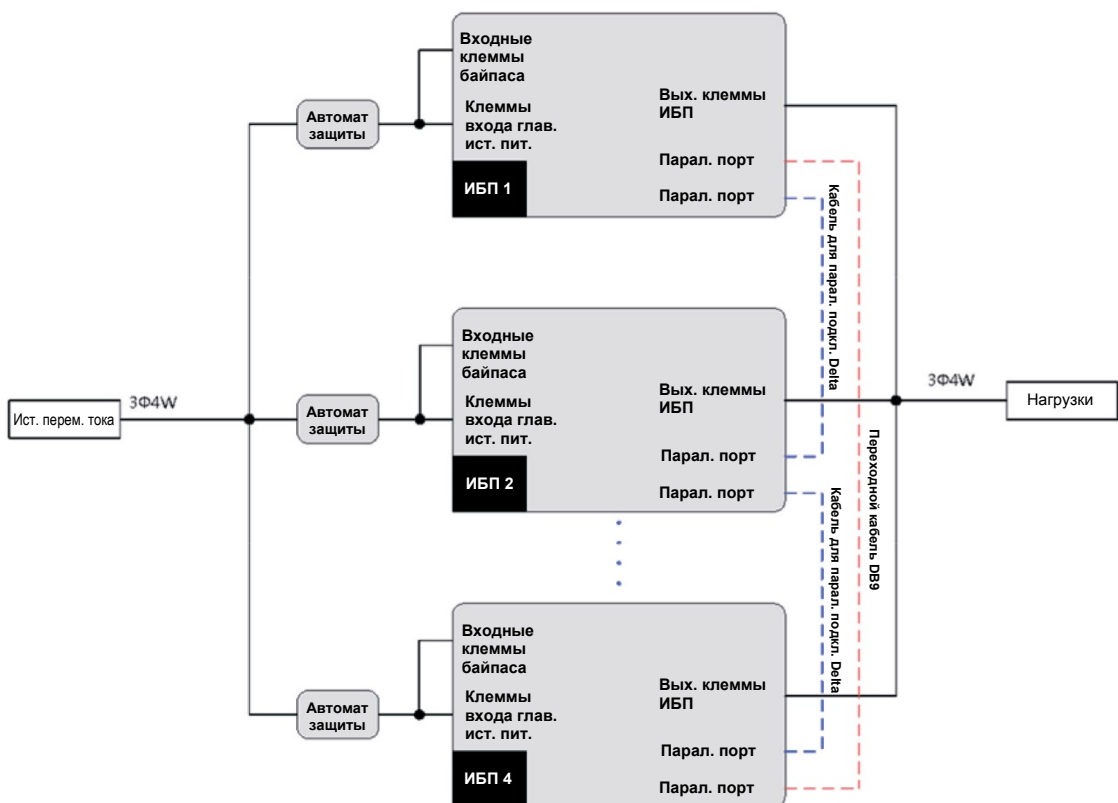

Рисунок 7-12. Схема параллельного подключения ИБП со входом от одного источника
2. Выполните параллельное соединение и подключение параллельных портов, используя поставляемые в комплекте кабели для параллельного подключения и **Рисунок 7-12**.